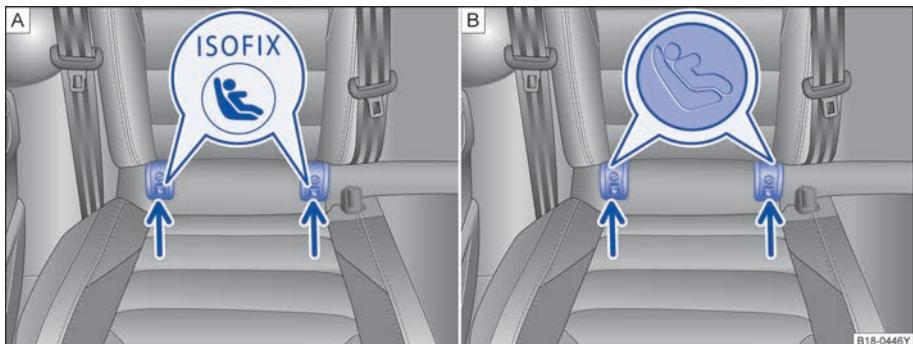

图 36 汽车座椅上的儿童座椅下部固定点标记。
- 沿箭头方向将儿童座椅插入固定环⇒图 36。直至听到儿童座椅的啮合声。
- 将儿童座椅置于汽车坐垫上，然后将连接带的挂钩挂到固定环上⇒图 36。
后排外侧座椅配有两个 ISOFIX 固定环，与车身相连⇒图 36。